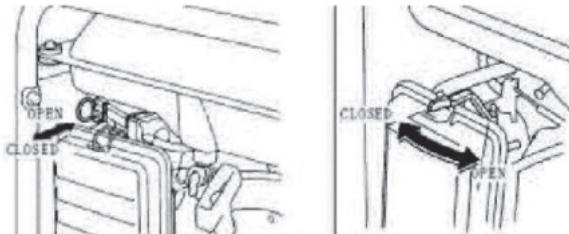

Рис. 5
- Переведите рычаг заслонки в положение «Запуск» (только при холодном двигателе) (Рис. 5).